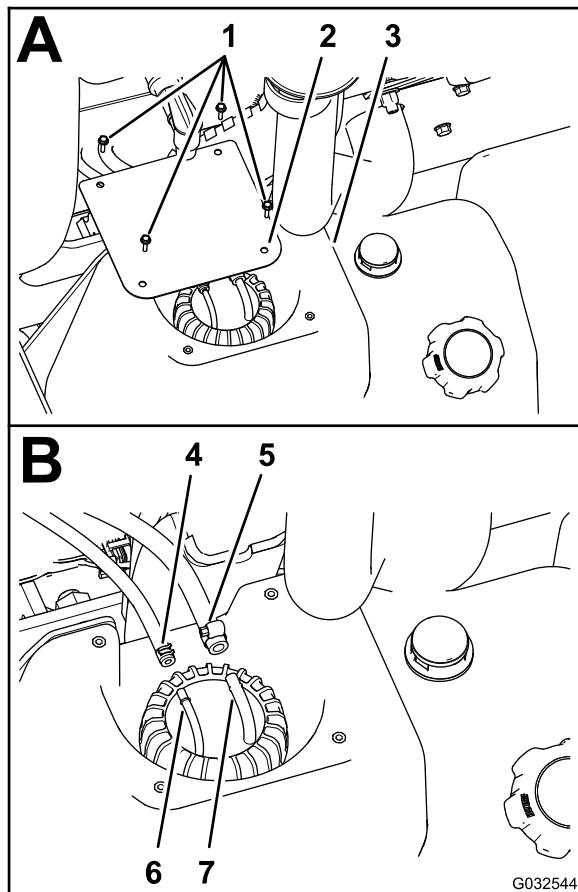

图 76
2. 在油箱内卸下将护罩固定至油箱顶部的 4 个螺丝 10 x 3/4 英寸然后取下护罩 图 76。
3. 松开将 2 根燃油软管固定至立针管组件顶部 2 个软管接头的夹具 图 76。
4. 从软管接头上断开 2 根软管将软管中的燃油全部排放到经认可的燃油容器中 图 76。
4. 将 1/4 英寸 燃油软管安装到 1/4 英寸 软管接头上并使用软管夹将软管固定到接头上图 76。
5. 将 5/16 英寸 燃油软管安装到 5/16 英寸 软管接头上并使用软管夹将软管固定到接头上图 76。